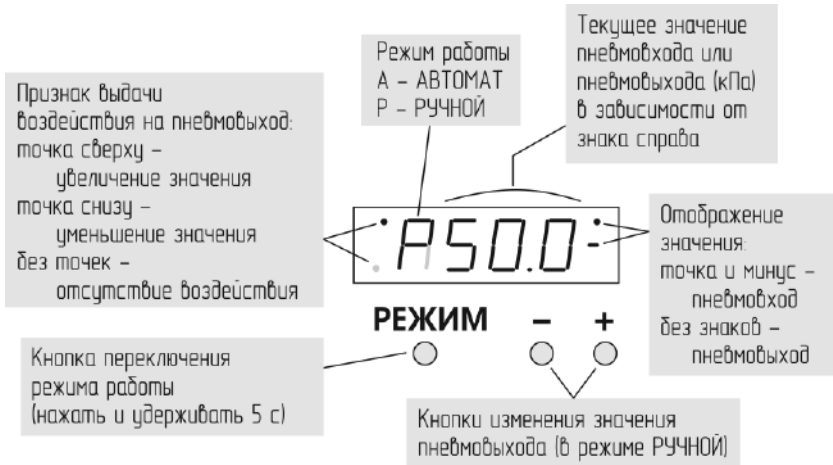

Рис. 7.2. Органы индикации и управления
7.7.8. Контроллер имеет следующие элементы индикации и управления (рис. 7.2):